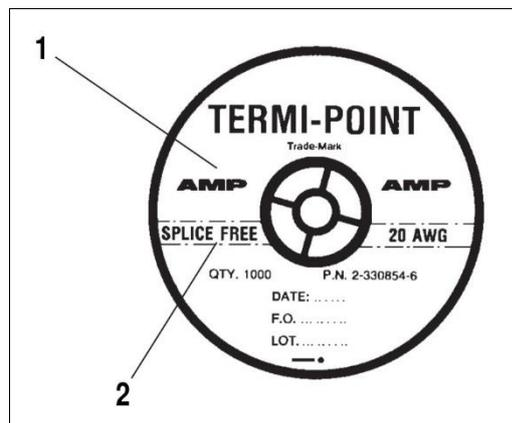

Abbildung 1: Codierung Cliprolle
Die Cliprolle enthält Farbcode (2), Best.-Nr. des Clips, Menge und weitere Daten siehe Abbildung 1: Codierung Cliprolle.